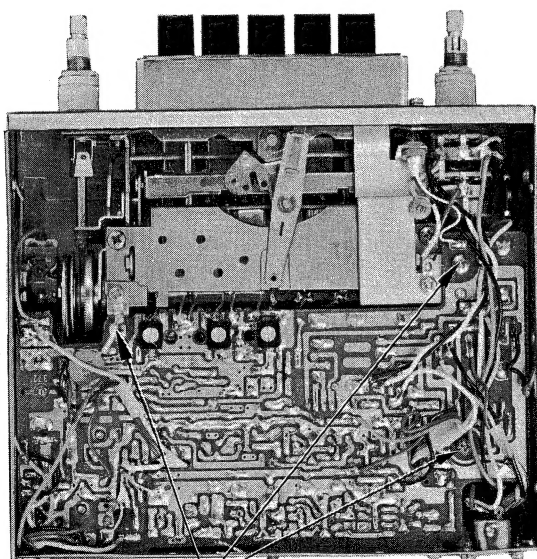

Abb. 8
1. Bezugnehmend auf Abb. 8 ist eine Schraube, die zur Befestigung sowohl der oberen als auch der Bodenabdeckung dient, auszusrauben.